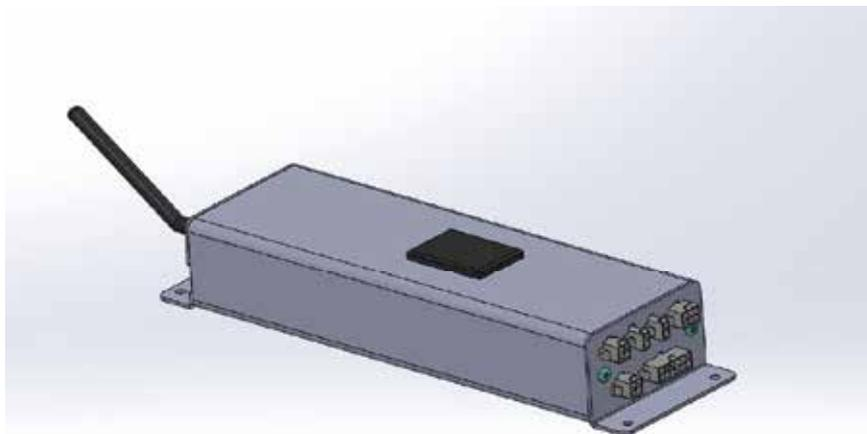

figura 10
1. La centralina elettronica è inserita in una scatola di dimensioni 325mmx91,5mmx51,5mm, le staffe di fissaggio presentano fori D5,5mm, viti non fornite (vedi figura 10 e figura 11).